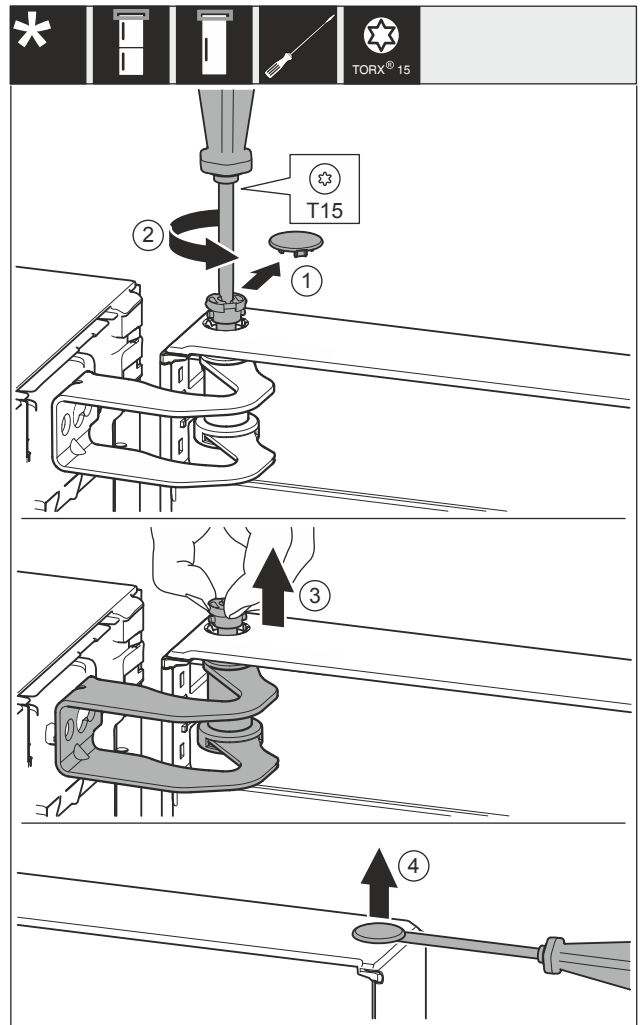

Fig. 29
- ▶ 小心地移除盖板 Fig. 29 (1)。
- ▶ 用螺丝刀拧下一枚螺栓 Fig. 29 (2)。
- ▶ 用手指拔出螺栓 Fig. 29 (3)。
- ▶ 用螺丝刀小心地抬起并移除盖板 Fig. 29 (4)。